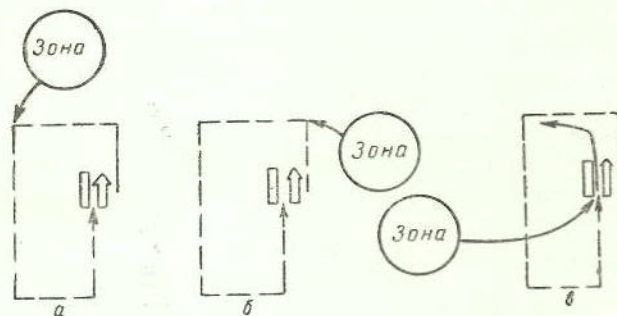

Рис. 25. Вход в круг при расположении зоны:
- при расположении зоны в левой части старта — к посадочной стреле со стороны третьего и четвертого разворотов на высоте 300—350 м над посадочной стрелой. (рис. 25).